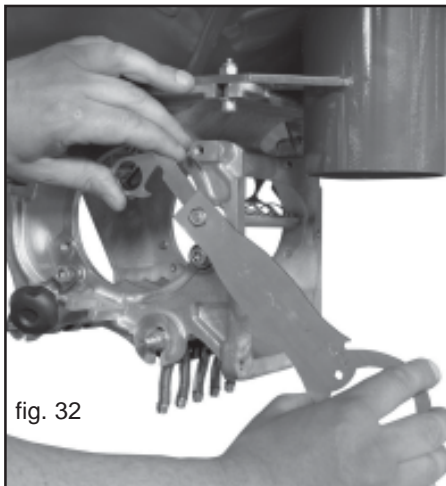

fig. 32
- 3) Allentare i dadi M8 (Fig. 32) con la chiave multiuso in dotazione.